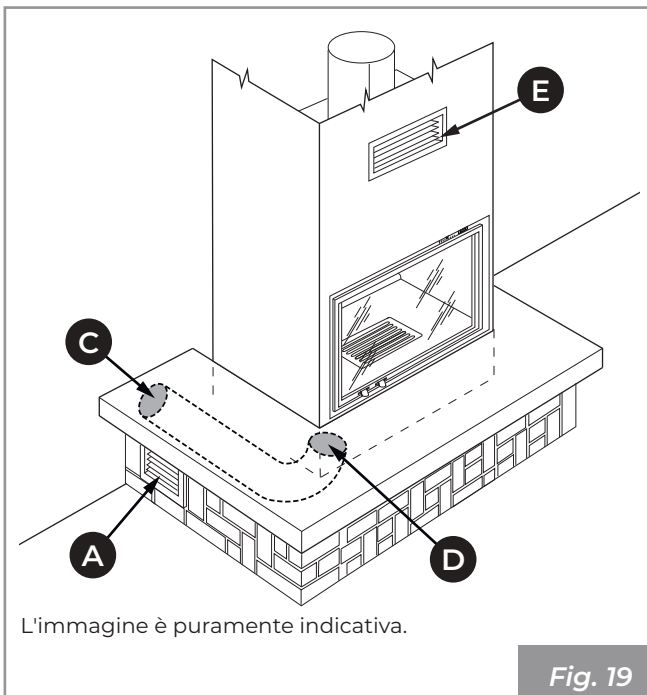

Fig. 19
- (**Fig. 19**): presa d'aria esterna (**C**) canalizzata fino al focolare. Griglia inferiore (**A**) in dotazione per il ricircolo dell'aria ambiente sul rivestimento;